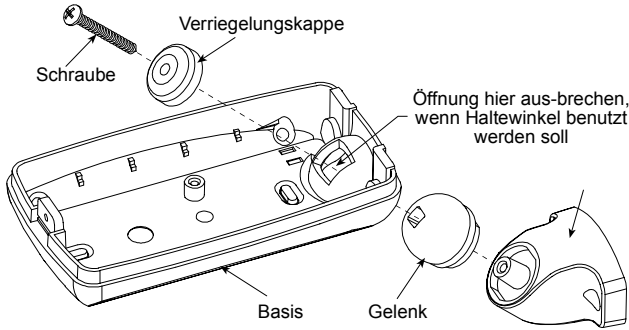

Abb. 6. Befestigung des Haltewinkels
- C. Große vorgestanzte Öffnung in der Halbkugel am oben Teil der Gehäusebasis ausbrechen (siehe Abb. 6).
- D. Haltewinkel wie in Abb. 6 gezeigt montieren.